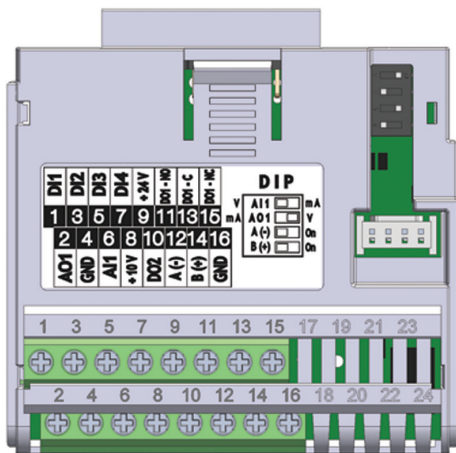

Figura 17.1: Módulo plug-in CFW500-IOS
El módulo plug-in CFW500-IOS posee solamente la interfaz Serial (1) a través de la puerta RS485 en los bornes 12(A-) y 14(B+), vea la Figura 17.1 en la página 17-1.